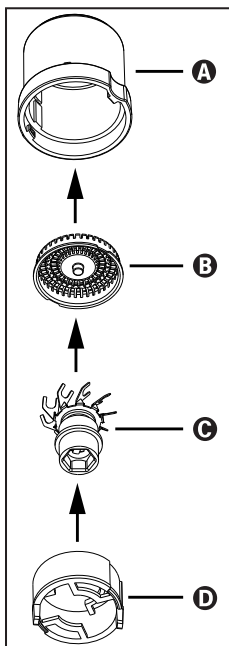

Fig. 1
- 5) Para voltar a montar, insira a tampa da cabeça de corte **B** no corpo da cabeça de corte **A**, de forma que os entalhes na margem da tampa da cabeça de corte **B** fiquem inseridos nos retentores no interior do corpo da cabeça de corte **A** (ver fig. 1).
- 7) Coloque a peça intermédia **D** no corpo da cabeça de corte **A**. Os espaçadores salientes da peça intermédia **D** têm de ficar virados para si (ver fig. 1). Certifique-se de que os entalhes na margem da peça intermédia **D** ficam inseridos nos retentores no interior do corpo da cabeça de corte **A**.